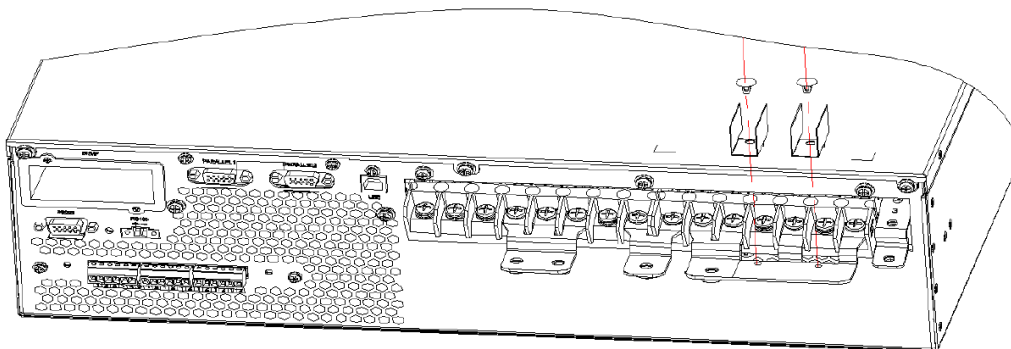
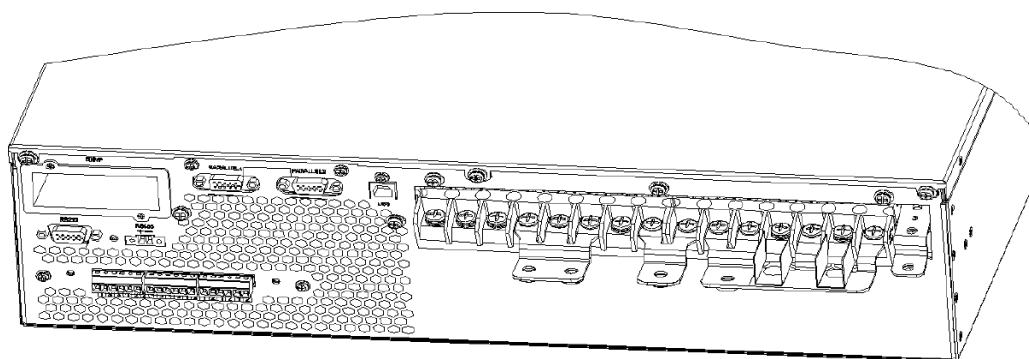

Рисунок 15. Установка изоляционной пленки
Рисунок 16. Фиксация изоляционной пленки
3. Установите изоляционную пленку (аксессуар) на медную перемычку No.6 (Рисунок 15), и зафиксируйте пластиковой заклепкой (Рисунок 16).